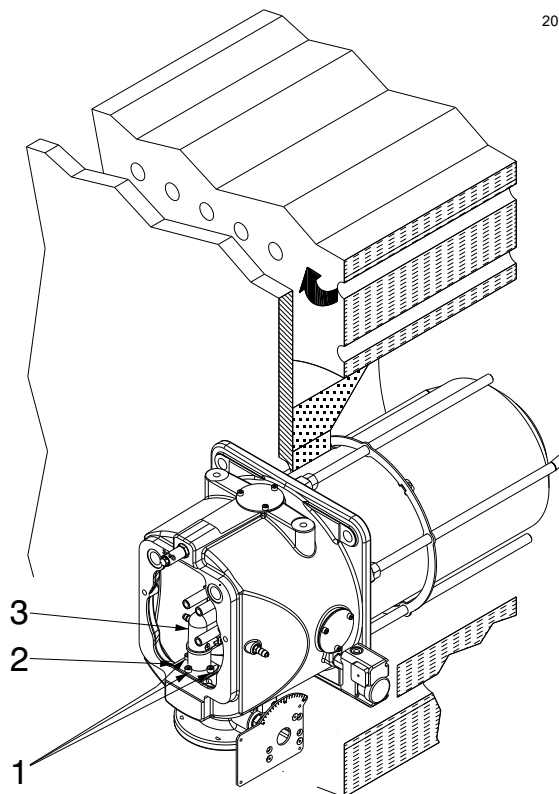

Abb. 17
- Die Muttern 1) (Abb. 17) lockern;
An dieser Stelle der Installation ist der Flammkopf am Kessel wie in Abb. 17 auf Seite 22 angebracht. Seine Einstellung ist somit äußerst einfach, die allein von der maximalen Leistung des Brenners abhängig ist.